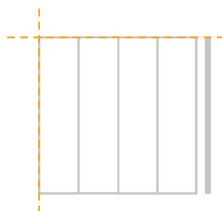

Abb. 8: Erstes Feld mit Hilfslinien.
- ❶ Achten Sie sorgfältig darauf, das erste Feld korrekt und rechtwinklig zu verlegen, da dies für das Verlegen der übrigen Dielen und das endgültige Ergebnis entscheidend ist. Verwenden Sie Hilfslinien, um die Richtung zu halten, da sich kleine Ungenauigkeiten auf den übrigen Boden auswirken. Siehe Abb. 8.
3. Eine lose Feder wird im Feld eingesetzt. Keine Stöße zwischen Feldern oder Dielen ohne Nut/ Feder-Verbindung. Siehe Abb. 8. Die Feder darf nicht geklebt werden. Zu dünne oder allzu stramme Federn aussortieren.